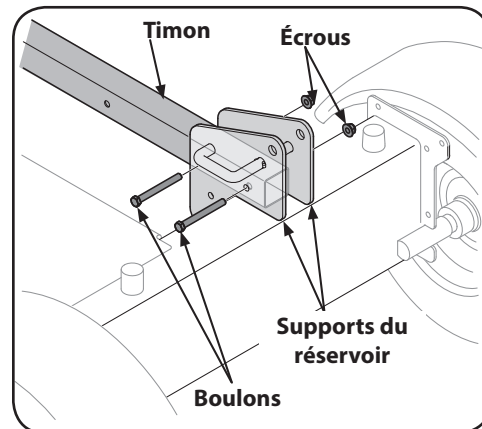

Figure 3-2
9. La fendeuse étant toujours fixée au fond de la boîte, enlevez les deux boulons hexagonaux et les écrous des supports du réservoir. Retirez le morceau de bois qui se trouve entre les supports. Voir Figure 3-2.
10. Alignez les trous du timon avec ceux des supports du réservoir et fixez l'attache avec la quincaillerie retirée à l'étape 9. Voir Figure 3-2.